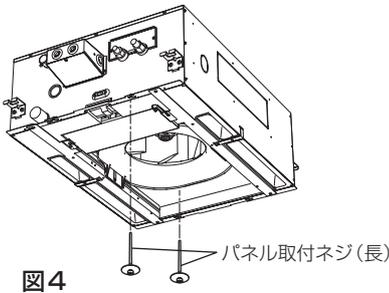
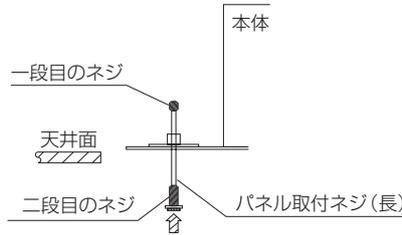
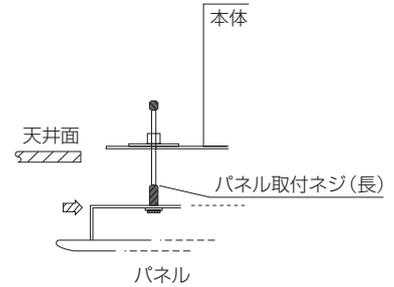

図4
図5
図6
化粧パネルを取付ける前に、パネル取付ネジ（長）2本を図4の位置に対角で仮止めします。（図5のとおりパネル取付ネジ（長）の一段目のネジ部がユニット本体のナットを通抜ける位置までねじ込みます。）次に化粧パネルを取付けますが、オートベーンのコネクター部が必ず配管側になるよう方向に注意してください。
方向を合わせたら仮止めしたパネル取付ネジ（長）にパネル本体吸込口部の切欠き穴を引掛けます。（図6）最初に反配管側、次に配管側を引掛けます。（図12）（配管側はパネル取付ネジ（長）を内側に押し引掛けると作業が楽に行えます）この状態でパネル本体は仮止めされますが、パネルを持ち上げたり、強く揺らすと外れることがありますので、パネル取付ネジ（短）2本で残りの2カ所を取付けてください。
2. 1が完了しましたら図5および図6で仮止めしていた取付けネジ（長）および（短）とトラスネジを締め付けてください。（図12）